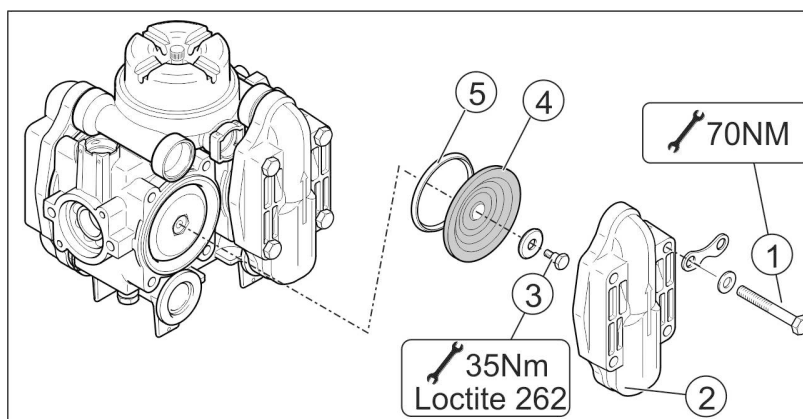

Fig. 199
2. Efterfyld om nødvendigt olie ved ikke kørende pumpe (max. op til markering (Fig. 199/1).
5. Drej indgangsakslen henholdsvis mod højre og venstre, og hæld samtidigt langsomt nyt olie på. Den korrekte oliemængde er hældt på, når olien er synlig ved markeringen (Fig. 199/1).